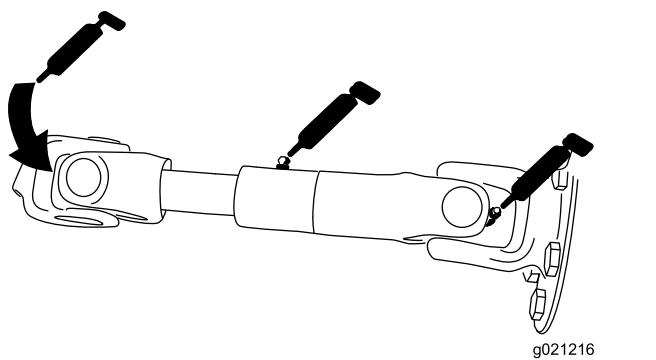

Figura 73
- Albero di trasmissione della pompa (3) (Figura 73)